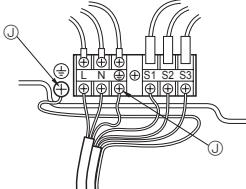

Fig. 7-2
7.1. Εξωτερική μονάδα (Fig. 7-1, Fig. 7-2)
① Αφαιρέστε το πλαστικό συντήρησης.
② Συνδέστε τα καλώδια που αναφέρονται στην Fig. 7-1 και στην Fig. 7-2.